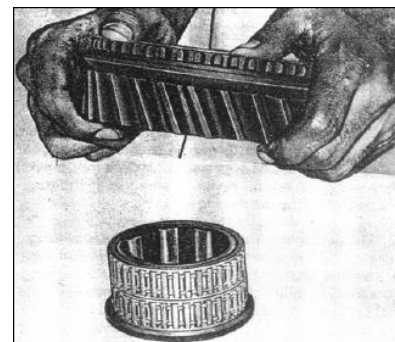

РИС. 213
1) Поставьте опорную втулку шестерни 3-й передачи на чистый стол. Установите сепаратор игольчатого подшипника на втулку шестерни 3-й передачи. Поставьте ведомую шестерню 3-й передачи так, чтобы зубья венца указывали вверх (см. рис. 213). Установите сепаратор игольчатого подшипника на ступицу синхронизатора шестерни 2-й передачи. Установите блокирующее кольцо синхронизатора шестерни 2-й передачи. Установите ведомую шестерню 2-й передачи на игольчатый подшипник ступицы синхронизатора 2-й и 3-й передач, зубчатым венцом к муфте синхронизатора.